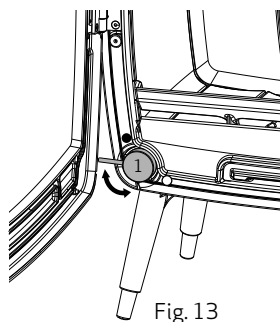

Fig. 13
1. Opptenningsluft. Primærluftregulatoren anvendes ved opptenning og skal være stengt ved kontinuerlig fyring. Se fig. 13. Dersom skorkestrekken er under det anbefalte (se punkt Skorkestrekk) kan det være nødvendig at denne står litt åpen.
Fig. 13 Primærlufttilførsel. Opptenningsventilen skal stå i åpen stilling under opptenning. Når veden brenner godt og ovnen er blitt varm, skal denne ventilen settes i lukket posisjon. Blir denne ventilen stående åpen over tid, kan varmekorrosjon og overoppheting oppstå.
Betjening av trekkregulering se fig. 13 og 14 på side 9. Bruk trekkventilene til å regulere varmeeffekten. Trekkventilen (1) fig. 13 (opptenningstrekk) tilfører den nødvendige forbrenningsluften under opptenning. Denne ventilen bør stenges etter ca. 10 - 20 min. (avhengig av trekkforhold), eller når det brenner lystig og godt i ovnen. Står denne åpen kontinuerlig, kan varmekorrosjon oppstå i støpegodset og overoppheting av ildstedet.